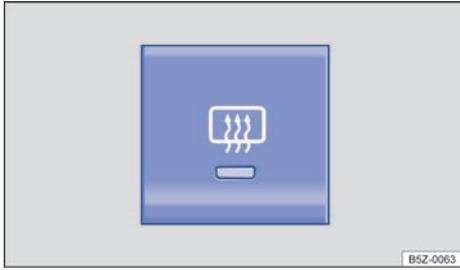

Fig. 122 En la consola central: tecla del desempañador de la luneta.
- Pulse la tecla \Rightarrow **fig. 122** para activar el desempañador de la luneta.